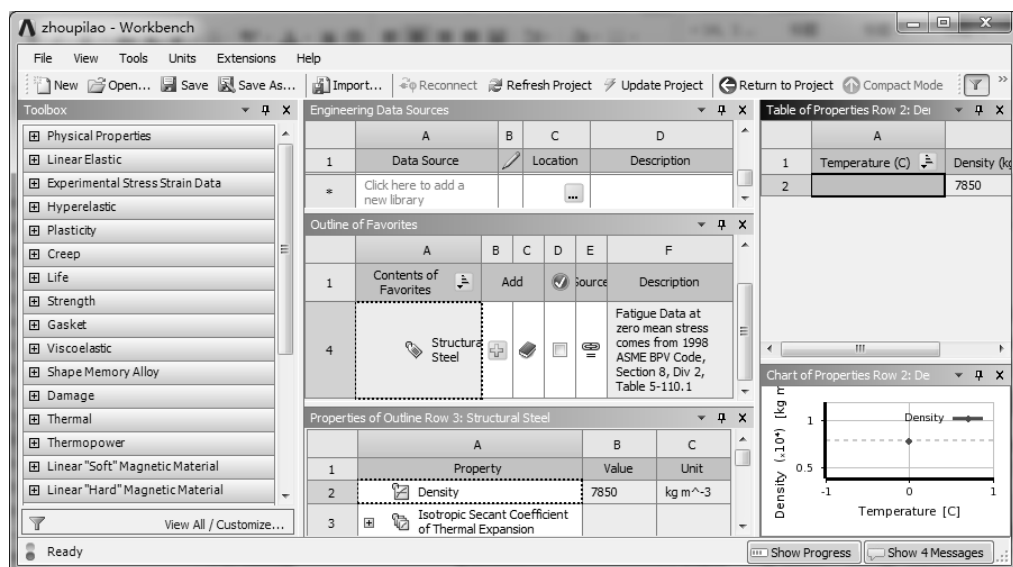

图 7-50 材料参数设置界面
2) 在界面的空白处任意位置单击鼠标右键, 在弹出的快捷菜单中选择【Engineering Data Sources (工程数据源)】命令, 原界面窗口中的【Outline of Schematic B2: Engineering Data】窗口消失, 取代以【Engineering Data Sources (工程数据源)】和【Outline of Favorites (优先列表)】窗口, 如图 7-50 所示。